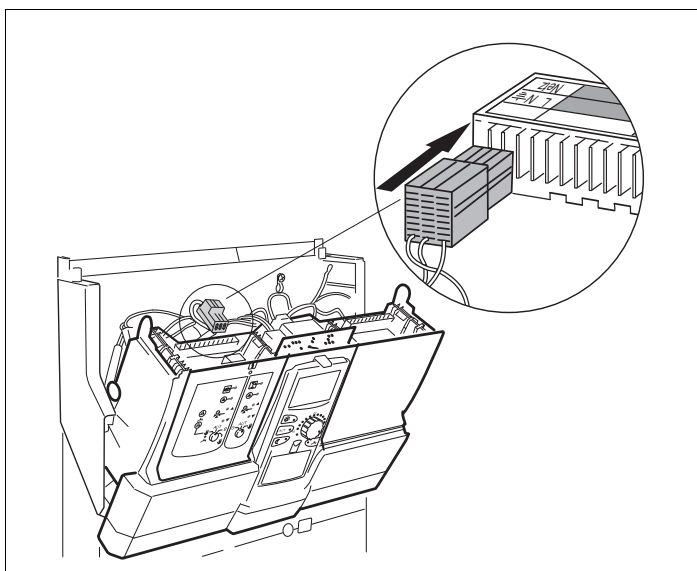

Рис. 7 Подключение гнезда 1 к электросети
- ▶ Вставьте соединительный штекер модуля (230 В) в предусмотренное для него место в штекерной планке (→ рис. 7).
- ▶ Отсоедините штекер (230 В) модуля (→ рис. 7, стр. 19) и все соединительные провода модуля ZM424 и зафиксируйте их в позиции крепления.